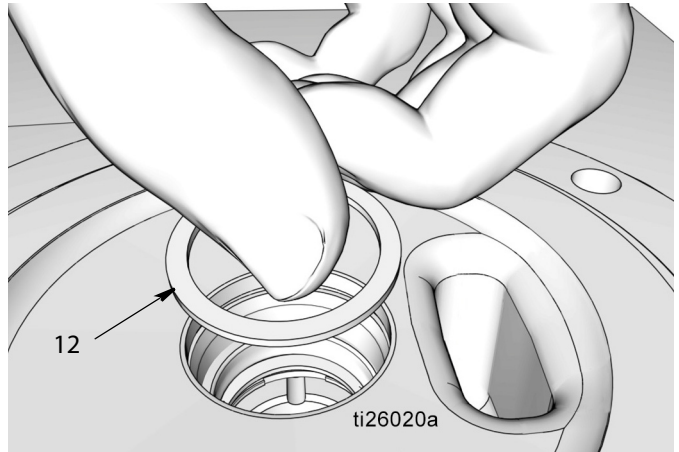

Рис. 35
- g. Установите распорную деталь (12) (Рис. 35).